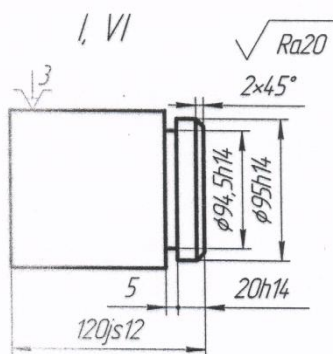

Рисунок 2 Операционный эскиз
2. Для токарной операции разработан операционный эскиз и заданы исполнительные размеры с допусками и требования по шероховатости обрабатываемых поверхностей (рис.2). Обработка каждой поверхности однократная. Требуется: задать тип станка; определить конфигурацию и размеры заготовки; установить схему базирования; пронумеровать на эскизе все обрабатываемые поверхности; сформулировать для записи в технологических документах наименование и содержание операции; записать содержание всех технологических переходов в технологической последовательности в сокращенной форме и занести полученный результат таблицу 1.